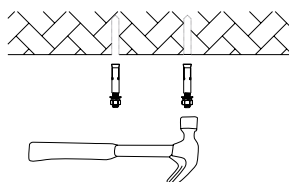

Fig. 2
2. Use a hammer to put the expansion screws into the holes (Figure 2).
2. Utilisez un marteau pour enfoncer les vis à expansion dans les trous (figure 2).